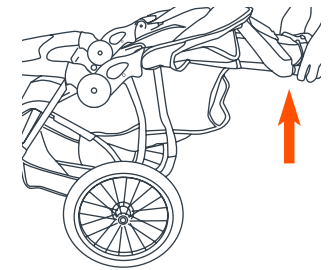

Fig. 21b
- Levante el manubrio del carrito con ambas manos hasta que el armazón del carrito esté erguido y trabado en la posición abierta (Fig. 21b). El carrito tiene pestillos accionados por resorte a ambos lados del armazón.